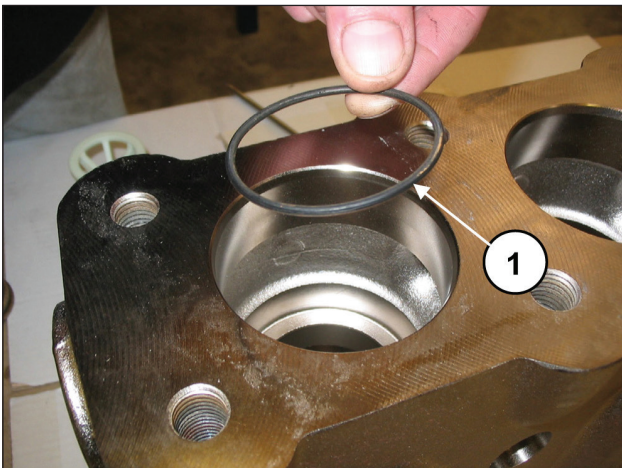

Abb. 103
Setzen Sie den O-Ring ein, Pos. 5 Explosionszeichnung (Pos. ①, Abb. 103).